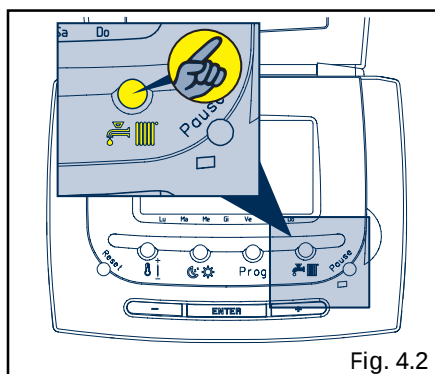
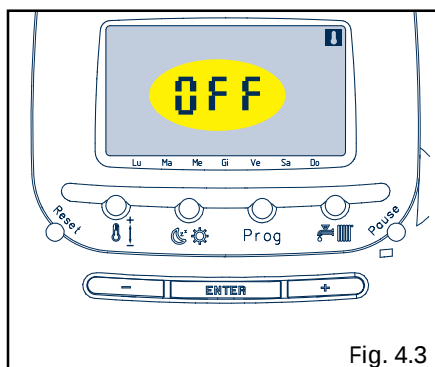
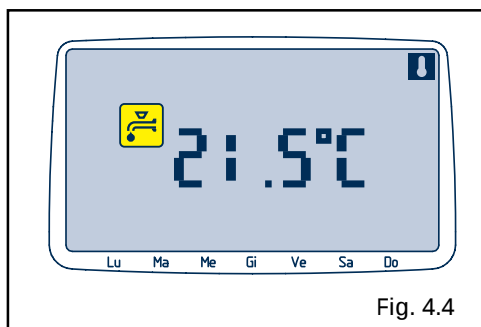
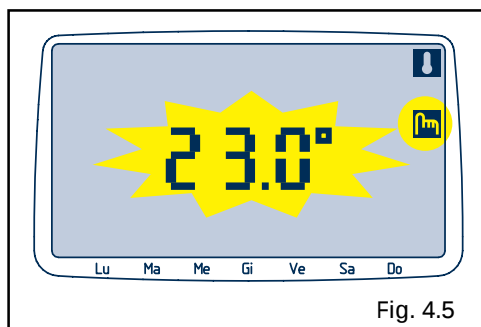

Fig. 4.2
Fig. 4.3
Fig. 4.4
Fig. 4.5
- pulse la tecla verano-invierno  en el panel de mandos a distancia (fig. 4.2). Pulsando una vez la tecla  se pasa de la función OFF (fig. 4.3) a la función verano  (fig. 4.4). El display visualiza el indicador de funcionamiento sanitario y la temperatura ambiente.
Pulsando una segunda vez la tecla  se pasa a la función invierno (fig. 4.2). El display visualiza durante 5 segundos destellando la temperatura ambiente programada y se enciende el indicador de modificación  (fig. 4.5).
invierno posta no painel de comandos a distância (fig. 4.2). Carregando uma vez na tecla passa-se da função OFF (fig. 4.3) à função verão  (fig. 4.4). O display visualiza o indicador de funcionamento circuito sanitário e a temperatura do ambiente.
Carregando uma segunda vez na tecla  passa-se à função inverno (fig. 4.2). O display visualiza por 5 segundos, lampejando, a temperatura ambiente estabelecida e acende-se o indicador de modificação  (fig., 4.5).